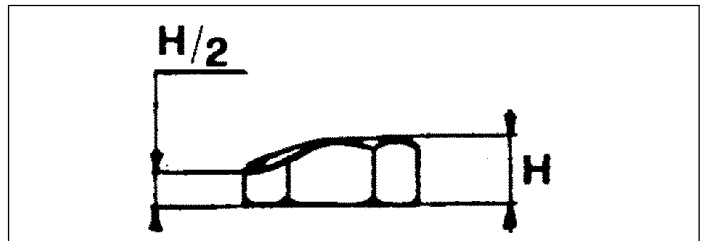

Fig. 24
- la **tuerca de sujeción** está gastada: si la altura de la tuerca es 1/2 de la altura originaria (fig.24).